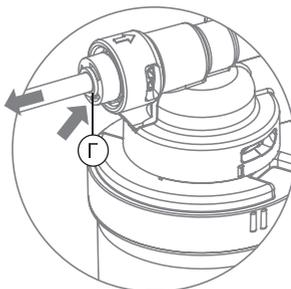

Рис. 13
1. Удерживая цанговое кольцо (Г) прижатым к основанию фитинга, потяните на себя пластиковую трубку и извлеките ее из фитинга (рис. 13).